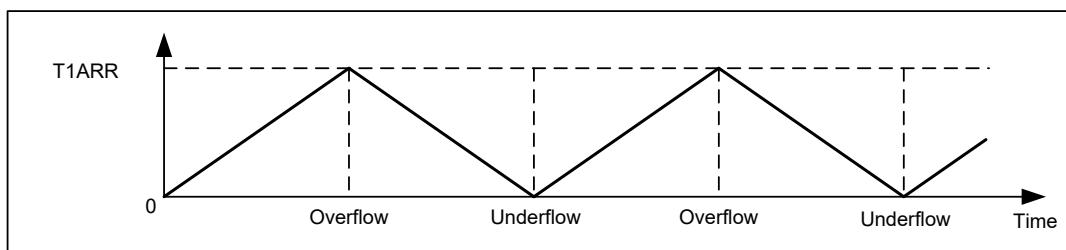
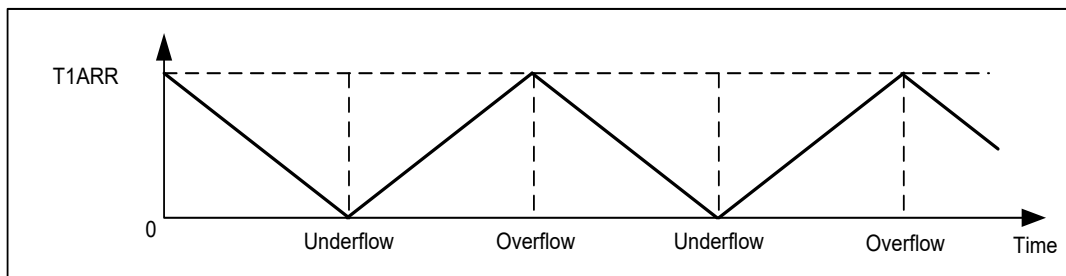

图 7-7 中央对齐模式 (T1DIR 初始化为 0)
图 7-8 中央对齐模式 (T1DIR 初始化为 1)
- **中央对齐模式**(向上/向下计数,  $T1CMS \neq 00$ ): 计数初始方向取决于 T1DIR 寄存器值(如图 7-7 和图 7-8 所示), 计数初始值为 T1CNT。如果 T1DIR 初始化为 0, 计数器从 T1CNT 开始向上计数, 当  $T1CNT = T1ARR$  时, 产生上溢事件; 然后计数器从 T1ARR 值开始向下计数, 当  $T1CNT = 0$  时, 产生下溢事件; 而后从 0 开始向上计数, 计数器不断重复上述过程。